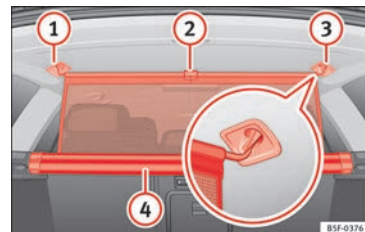

Bild 167 I bagageutrymmet: Dra ut och säkra avdelningsnätet.
- Dra upp handtaget » **bild 167** **2** för att dra nätet ur fodralet **4**.